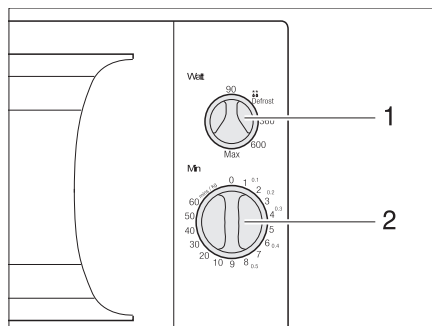

Fig. 218 Elementos de mando del horno microondas
- Seleccionar la potencia con el regulador giratorio (Fig. 218,1).
- Seleccionar el tiempo de cocinado con el regulador giratorio (Fig. 218,2).